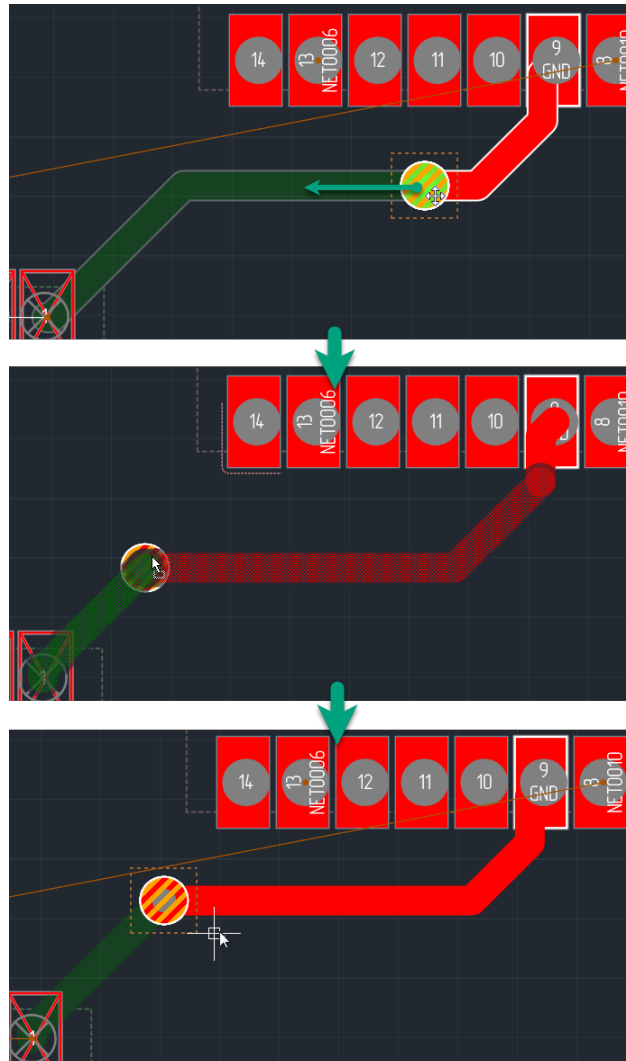

Рис. 236 Перемещение межслойного перехода с подключенными треками
2. Переместить курсор в ту точку, куда нужно переместить переходное отверстие. Перемещение курсора должно быть плавным, чтобы треки, подключенные к переходному отверстию, были корректно изменены, см. Рис. 236. Во время перемещения курсора на экране отображается возможный вид межслойного перехода, возможное положение треков обозначается «пунктиром».